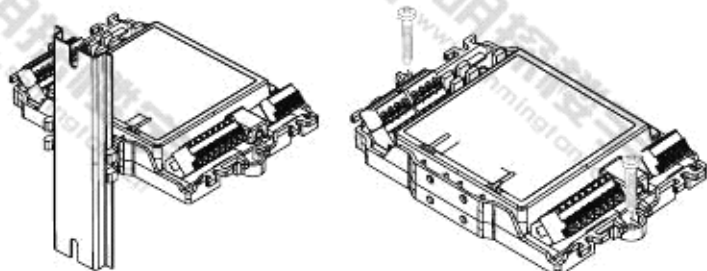

图 6
- 安装在控制器或开关柜内部：使用顶帽型导轨(图 6)或直接安装在平整表面上(图 7)。
2. 通过安装脚将模块固定到导轨上（见图 6）。